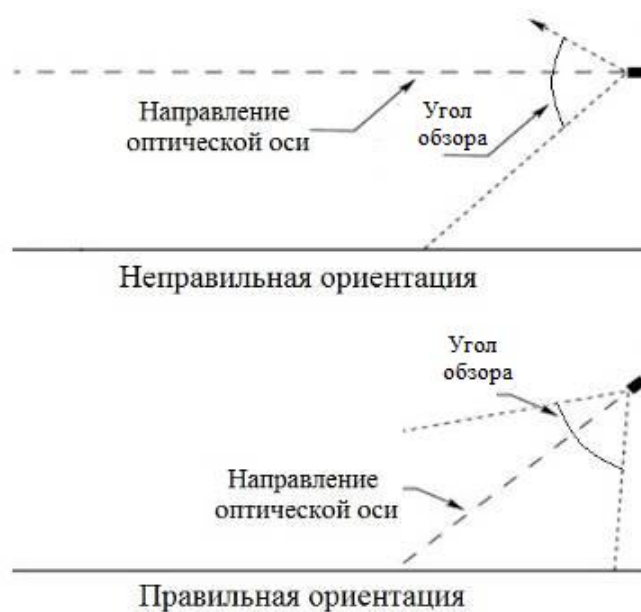

Рисунок 3 – Установка извещателя по отношению к горизонту
- Извещатель должен быть нацелен на объект по нисходящей под углом к горизонту, по крайней мере, 10 - 20 градусов (см. рис. 3), что предотвращает скопление влаги на смотровом окне.